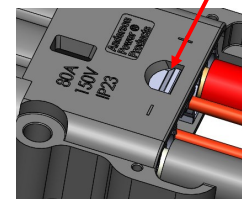

Abbildung 8
- c. Von der Rückseite des Halters drücken, bis der Sperrhaken des Halters in die rechteckige/gewölbte Öffnung (Abbildung 8) einrastet